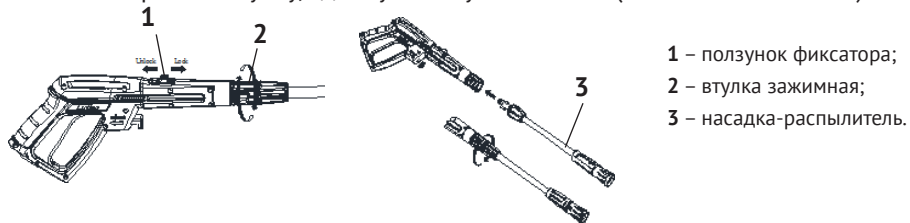

рис.3
7.1.2 Установка насадки-распылителя в пистолет (рис.3):
- разблокировать зажимную втулку пистолета (рис.3 поз.2), сдвинув ползунок фиксатора (рис.3 поз.1) на себя (положение – «Unlock»);
- вставить насадку-распылитель (рис.3 поз.3) в пистолет;
- изменив настройки насадки-распылителя (рис.3 поз.3) обработать объект чистой водой.